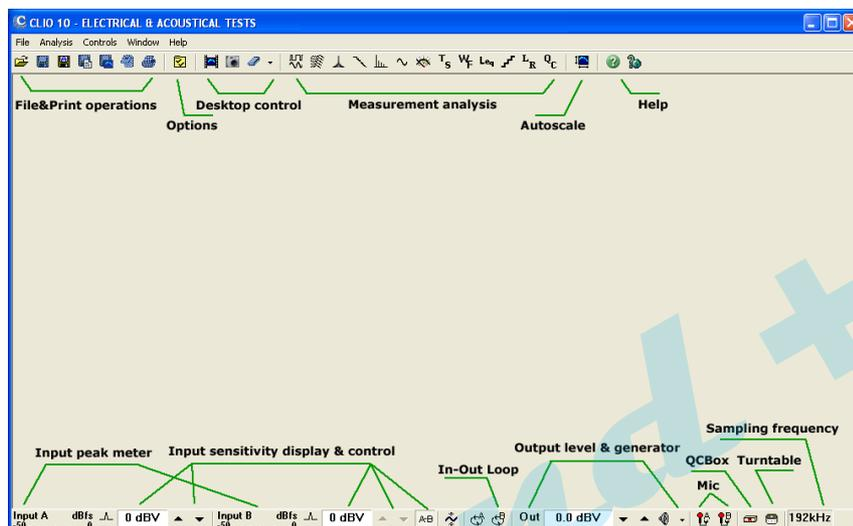

图4-2
1) CLIO 操作主界面由主菜单，主工具栏（如图4-2上半栏）和硬件控制栏（如图4-2下半栏）三大部分组成。
2) 工具栏和硬件控制栏由不同的功能区组成见图4-2的标注，所有的测量均可通过操控这两个工具栏实现。